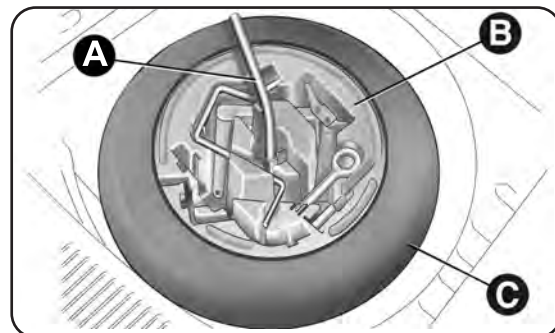

fig. 114
- utilizando la llave A-fig. 114 situada en la caja de herramientas, afloje el dispositivo de bloqueo, coja la caja de herramientas B y colóquela al lado de la rueda que debe cambiarse; luego coja la rueda de repuesto C;